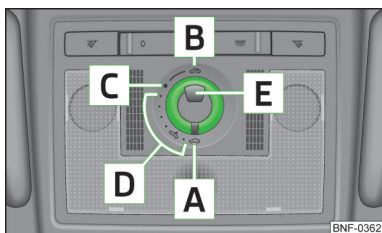

Fig. 21
Trapa electrică panoramică glisantă/rabatabilă, (în cele ce urmează numai trapa glisantă/rabatabilă), poate fi operată numai atunci când contactul este pus, cu ajutorul comutatorului rotativ » fig. 21 la pagina 29. Comutatorul rotativ are mai multe poziții.
- Dacă bateria a fost deconectată și apoi reconectată, se poate întâmpla ca trapa glisantă/rabatabilă să nu funcționeze. Apoi aduceți comutatorul rotativ în poziția comutatorului » fig. 21 la pagina 29, trageți de degajare și mențineți-l în sus și spre în față. După aprox. 10 secunde trapa glisantă/rabatabilă se deschide și se închide la loc. Abia după aceea eliberați comutatorul rotativ.
› Rotiți comutatorul în poziția **C** » fig. 21.
› Rotiți comutatorul într-o poziție în zona **D** » fig. 21.
› Rotiți comutatorul în poziția **B** » fig. 21 și mențineți-l în această poziție (poziția asistată de arc).
› Rotiți comutatorul în poziția **A** » fig. 21.